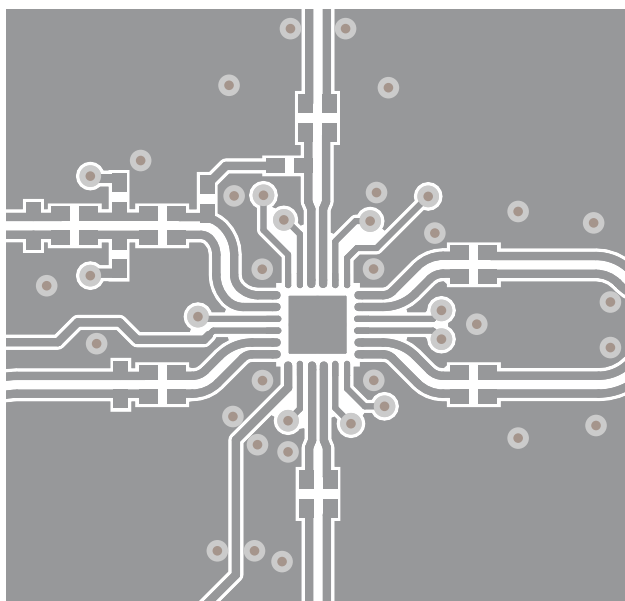

図 8-5. レイアウト例、最上層
- GND シールドを使用して、入力と出力を分離します。図 8-5 は、すべての入力と出力を差動ペアとしてルーティングします。